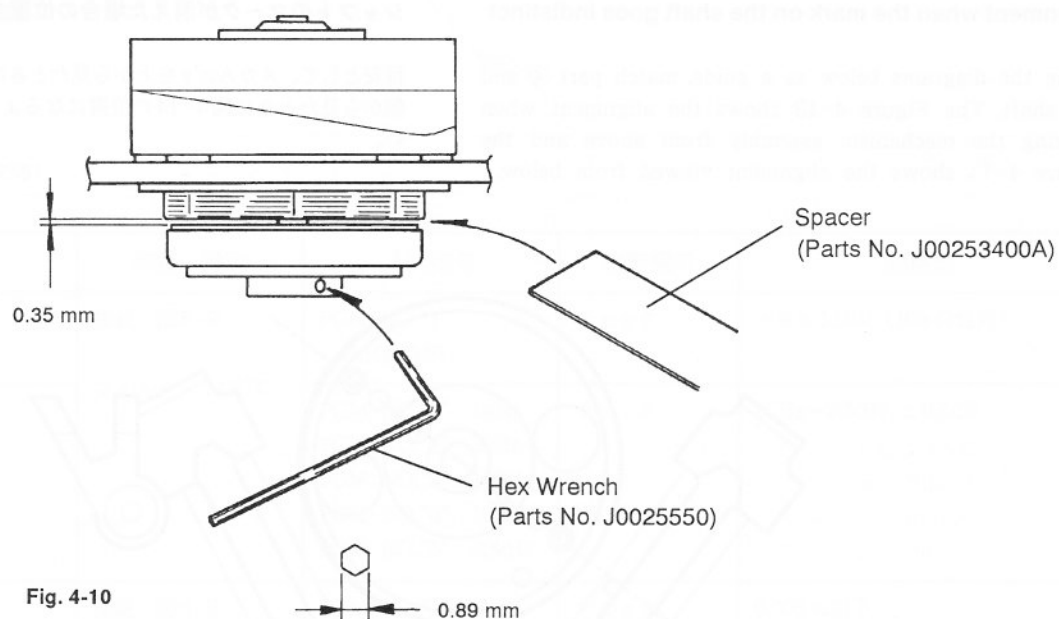

Fig. 4-10
- 1). Remove three screws (22), and remove part (19)-1.
- 2). Dissolve the screw-locking compound at (b) with an appropriate solvent, then loosen screw (21) with a hexagonal wrench (Fig. 4-10) and remove part (19)-2.
- * When mounting part (19)-2, use a 0.35 mm thick spacer to allow the necessary clearance as shown in Fig. 4-10.
- 1). (22) ネジ 3 本を外し (19)-1 を外す。
- 2). (b) 部のネジロックをアルコールで溶かしてから、(21) ネジをヘックス・レンチ (図 4-10) で緩めて (19)-2 を外す。
- * (19)-2 を取り付けるときは、図 4-10 のように厚さ 0.35mm のスペーサーを挿入して、隙間が 0.35mm になるように取り付けすること。